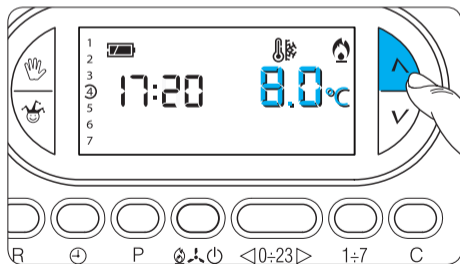

Fig. 47
13.4- Premere il pulsante  oppure  per selezionare una qualsiasi temperatura fra 3 °C e 16 °C (fig. 47).